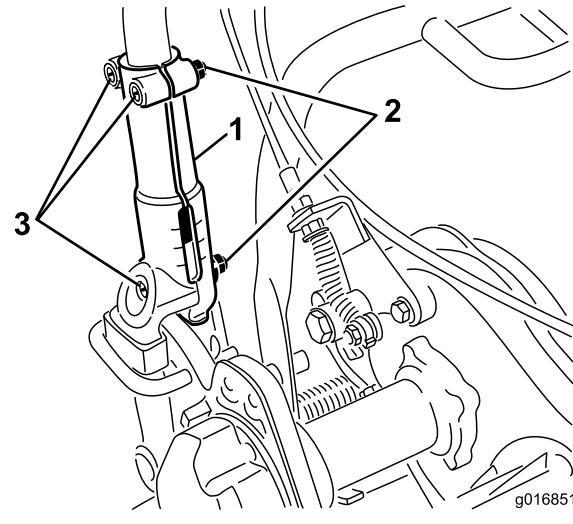

図 26
1. ハンドルを左右のハンドルクランプに固定しているキャリッジボルトとナット各3をゆるめる図26。